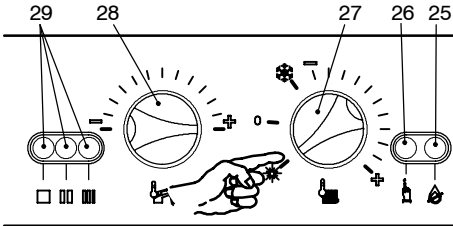
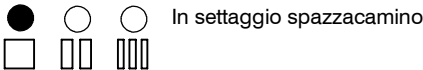
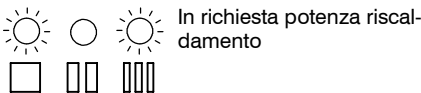

fig. 9.11
fig. 9.12
fig. 9.13
- 1 Alimentate elettricamente la caldaia azionando l'interruttore bipolare previsto nella installazione; la lampada di segnalazione 29 in fig. 9.11 lampeggia ogni 4 secondi.
- 2 Posizionare il selettore 27 come indicato in fig. 9.11; la lampada di segnalazione 29 lampeggia ad intermittenza circa ogni 2 secondi.
- 3 Tenere premuto il pulsante di ripristino 26 in fig. 9.11 per circa 10 secondi, la lampada di blocco 25 in fig. 9.11 inizierà a lampeggiare.
- 4 Per settare la funzione *spazzacamino* le spie di segnalazione 29 in fig. 9.11 devono essere visualizzate come in fig. 9.12 (legenda spie a pag. 8)
- 5 Ripremere il pulsante di ripristino 26 in fig. 9.11 per circa 5 secondi, la lampada di blocco 25 in fig. 9.11 si spegne, mentre le spie di segnalazione 29 in fig. 9.11 lampeggiano in maniera richiesta potenza riscaldamento fig. 9.13